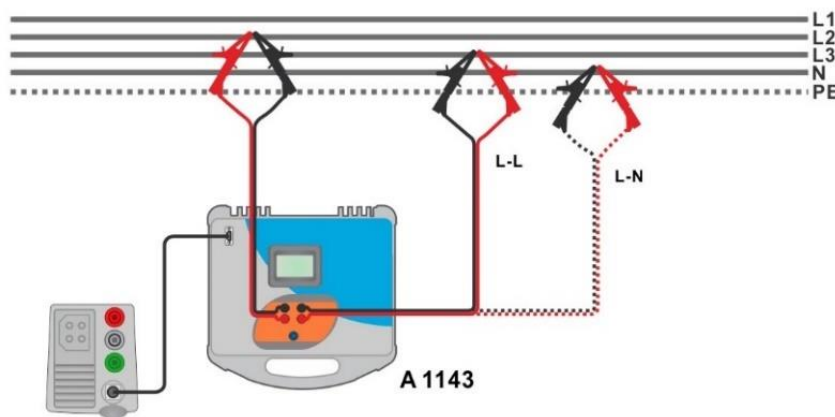

Fig. 4.61: Fase-neutral eller fase-fase høj præcision Line impedans måling – Forbindelse med A 1143
- › Forbind testledninger til objektet der testes, se **Fig. 4.61**